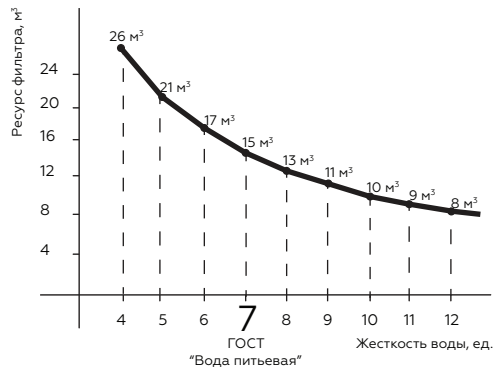

Рис. 1
• При несоответствии ГОСТу по показателю общей жесткости, ресурс можно определить по графику (рис.1).